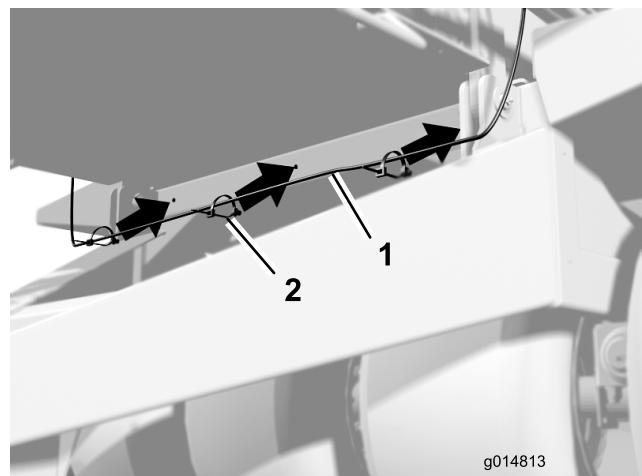

Bild 7
9. Stecken Sie die (6) R-Klemmen auf jedes lange Stück des Kabelbaumes auf.
11. Verwenden Sie die (3) Löcher an der Vorderseite des Trichterwagens, um den Kabelbaum mit den Kabelklemmen zu befestigen (Bild 7).